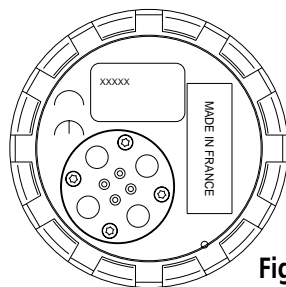

Fig.1
1. Retirer l'appareil de son support, console ou bracelet, et le positionner les contacts vers le bas sur une surface propre et sèche (figure 1).